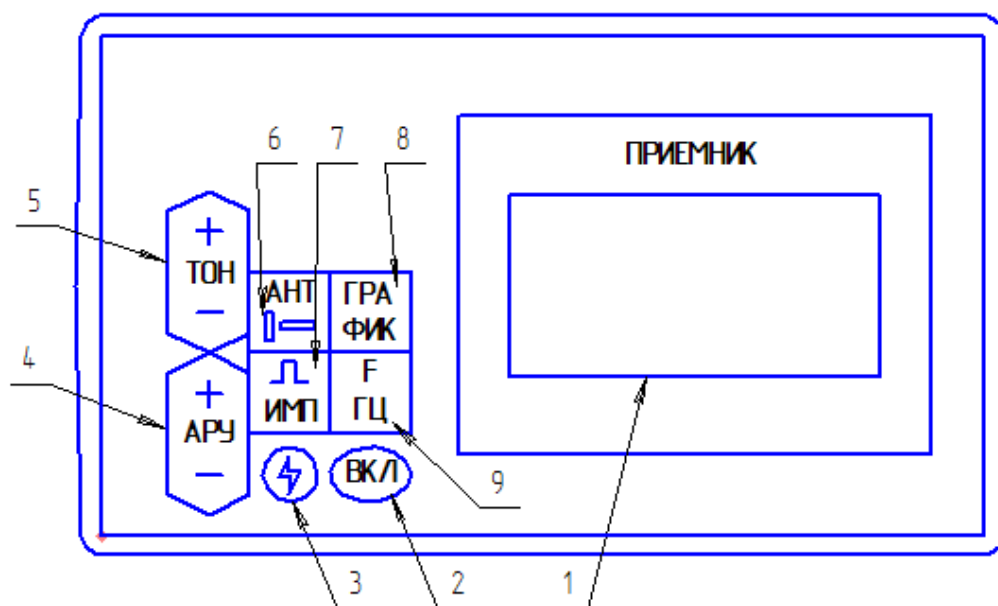
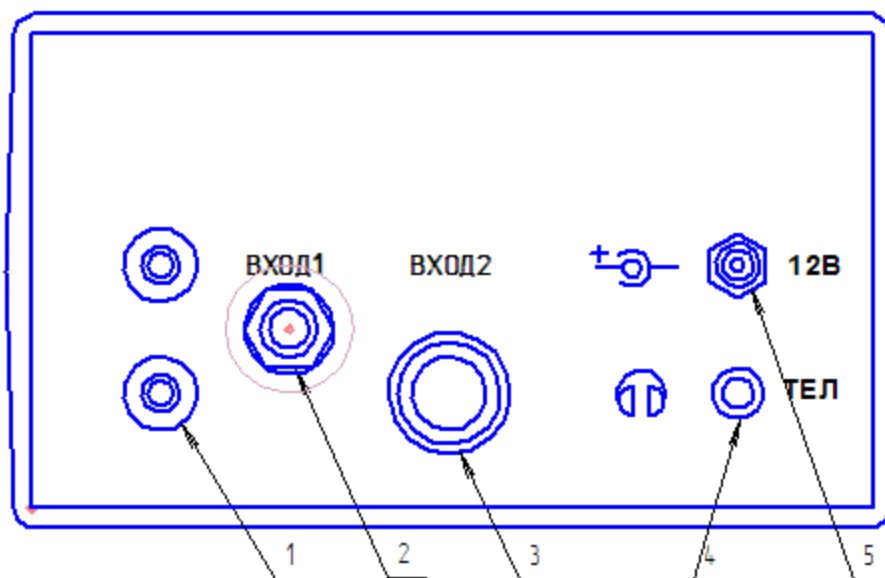
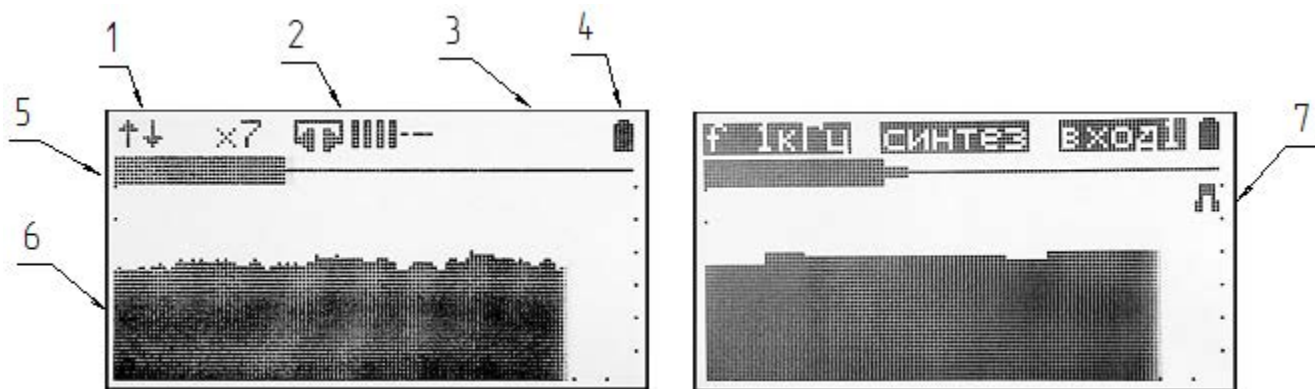

Рис. 4. Передняя панель приемника
Рис. 5. Задняя панель приемника
Рис.6. Дисплей приемника
Органы управления в виде кнопок и дисплей размещены на передней панели корпуса (рис.4). Все соединительные разъемы расположены на задней панели корпуса (рис.5).
Первые секунды при включении на дисплее включается подсветка, выводится название прибора и величина напряжения на встроенном аккумуляторе. Далее дисплей переключается в рабочий режим (рис.6). Сверху дисплея расположена строка состояния, информация на которой выводится в две фазы с периодом около 2 секунд. Слева на рис.6 показана одна фаза индикации, а справа вторая. Дополнительно, при изменении режимов работы, на строке состояния могут кратковременно появляться поясняющие текстовые сообщения.
На рис.6 представлен дисплей в режиме усиления сигнала с универсального входа (клеммы «ВХОД1» рис.5) . Этот вход выбирается автоматически, пока не подключается комбинированный датчик к винтовому разъему «ВХОД2».
Уровень усиления (поз.1 рис.4) изменяется ступенями от 0 до 11 и устанавливается короткими нажатиями соответствующих кнопок (поз.5 рис.4). При длительном (более 1 с) нажатии любой из этих кнопок включается (выключается) система автоматической регулировки усиления и на поз.1 рис.6 выводится надпись «АВТО».
Во второй фазе индикации строки на поз.1 рис.6 отображается выбранная частота («100Гц», «275Гц», «1кГц», «5кГц», «ПОЛОСА»). Частота выбирается нажатиями кнопки «F/Гц».
В поз.2 рис.6 на строке состояния выводится информации о настройках в канале усиления головных телефонов приемника. Слева на рис.6 показан значок наушников и линейный указатель уровня громкости. Громкость звука в наушниках регулируется короткими нажатиями кно-
пок поз.4 рис.4. Длительным (более 1 с) нажатием любой из этих кнопок переключается способ формирования звука в наушниках, который отображается во второй фазе индикации строки состояния. Надпись «СИГНАЛ» соответствует выводу в наушники напряжения с селективного усилителя приемника. «СИНТЕЗ» обозначает режим вывода в наушники одного синтезированного тона (независимо от выбранной частоты селекции приемника) с пропорциональной входному сигналу амплитудой.
В позиции 3 рис.6 выводится название задействованного входа сигнала («ВХОД1» или «ВХОД2»). Если подключен комбинированный датчик («ВХОД2»), то автоматически выбирается многоканальный режим работы и в позиции (3) выводится значок выбранной антенны комбинированного датчика (горизонтальная или вертикальная). Выбор антенны в многоканальном режиме осуществляется кнопкой «АНТ» на рис.4.
Кнопка «ИМП» рис.4 позволяет выбрать режим обработки и индикации для работы с импульсным или непрерывным сигналом. При работе с импульсными сигналами на линейной шкале показываются одновременно две полосы разной ширины. Широкая полоса отражает мгновенные отсчеты сигнала для возможности оперативного визуального контроля наличия импульсного сигнала генератора. Узкая полоса шкалы обновляется раз в период импульсного сигнала и пропорциональна амплитуде импульсов. На графике информация об уровне сигнала также обновляется раз в период импульса. Режим работы с импульсами обозначается символом импульса на графике (поз.7 рис.6).
Перед началом работы с приемником следует зарядить его аккумулятор. Для этого к разъему «12 В» подключается источник постоянного тока с напряжением $9 \div 15$ В (например сетевой адаптер из комплекта поставки). При полной зарядке светодиод поз.3 рис.6 гаснет. Включается приемник кнопкой «ВКЛ».